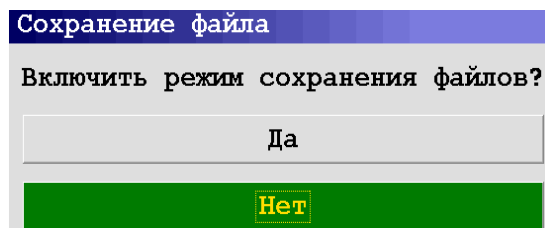

Рисунок. 5.6 Меню «Сохранение файла»
3. Меню «Сохранение» - выбор режима зондирования с сохранением либо без сохранения результатов зондирования (Рис.5.6):